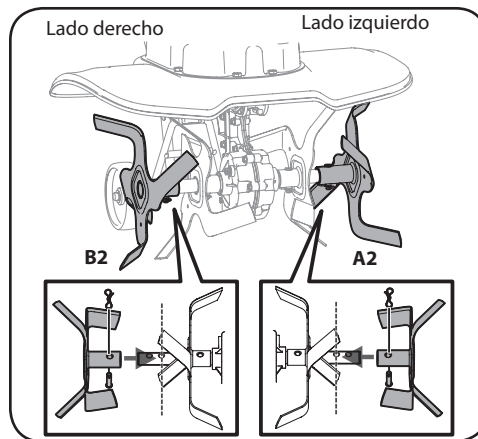

Figura 3-2
- Use dos pasadores de horquilla de la bolsa del manual. Desde el FRENTE de la cultivadora, instale los dientes de lado izquierdo exteriores (A2) en el lado izquierdo exterior del eje. Instale los dientes de lado derecho exteriores (B2) en el lado derecho exterior del eje. Consulte la Figura 3-2.